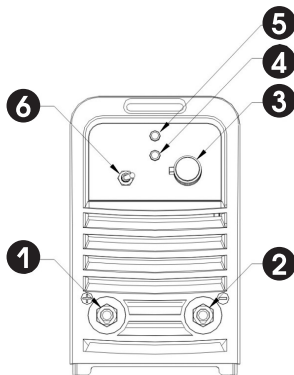

рисунок 1
• Лицевая контрольная панель (см. рис. 1).
- (1) Разъём «+»
- (2) Разъём «-»
- (3) Потенциометр для регулировки сварочного тока.
(4) Сигнальная лампочка, показывающая, что питание включено (ON). Сигнальная лампочка горит – питание есть. Сигнальная лампочка выключена – питания нет.
(5) Сигнальная лампочка горит – указывает на превышение температурного предела. Аппарат должен остыть.